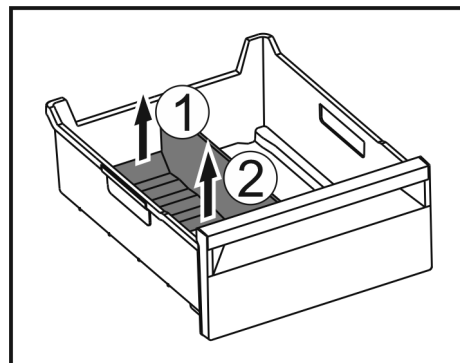

Fig. 149
- ▶ Podnieść tylną część separatora do szuflady na lód. Fig. 149 (1)
- ▶ Separator do szuflady na lód podnieść do góry. Fig. 149 (2)